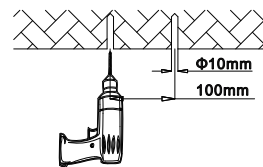

Figure 3
1. Marquez la surface de montage à l'aide d'un marqueur ou d'un outil pointu et percez un trou (Figure 3).